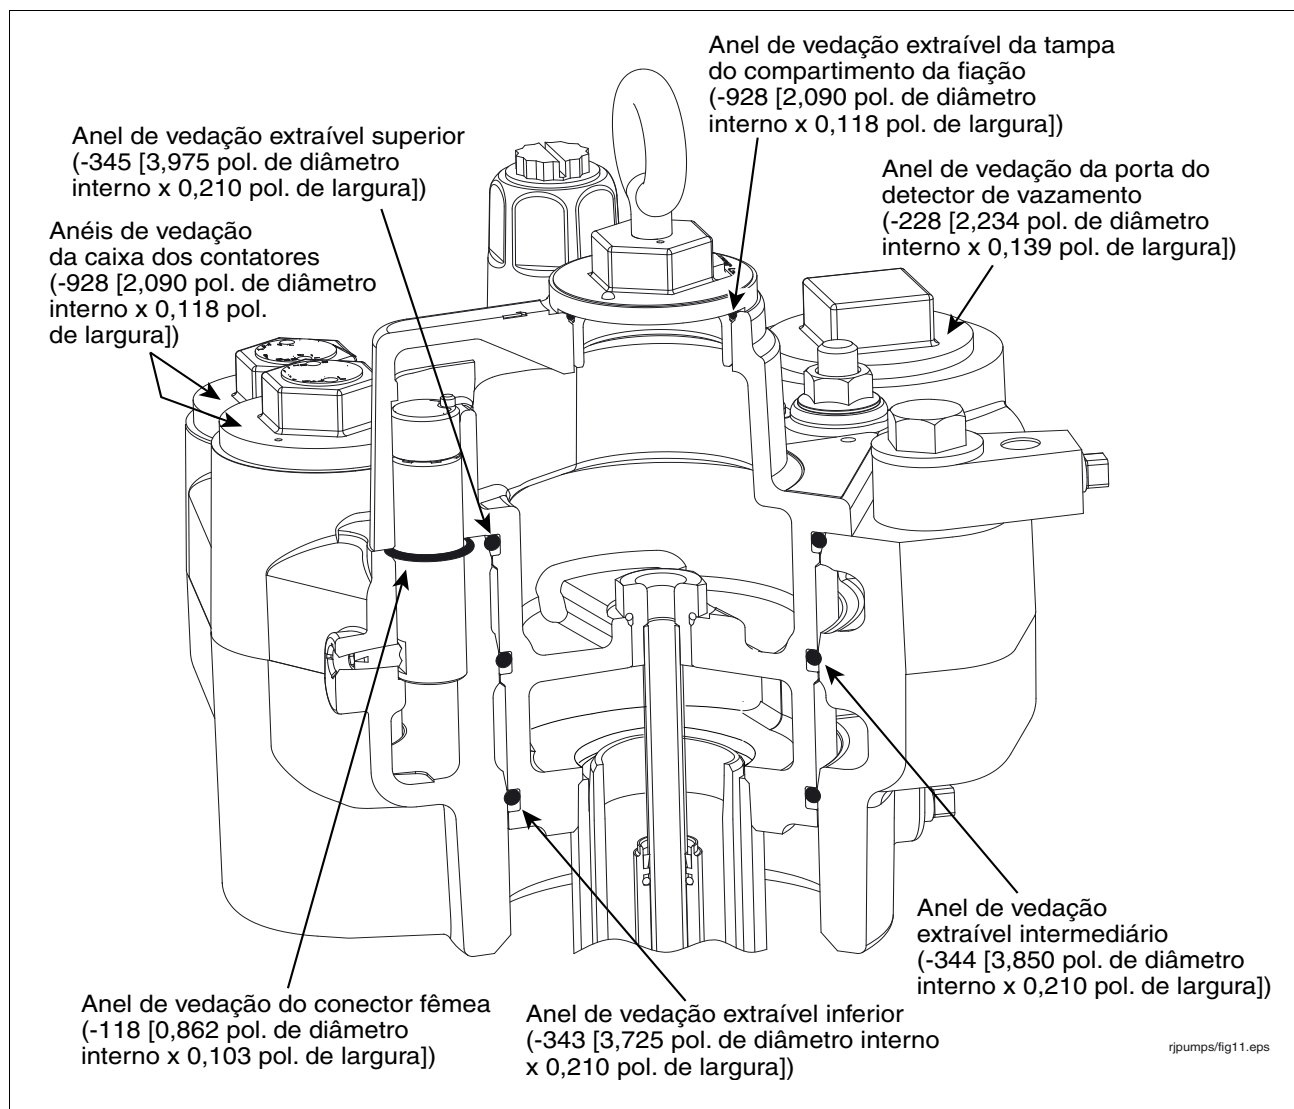

Figura 47. Posicionamento dos anéis de vedação do empacotador e do manifold
10. Pegue os três anéis de vedação extraíveis (3,975 pol. de diâmetro interno x 0,210 pol. de largura [superior], 3,850 pol. de diâmetro interno x 0,210 pol. de largura [meio] e 3,725 pol. x 0,210 pol. de largura [inferior]) do kit de hardware/vedação. Os três anéis de vedação são muito próximos em tamanho, portanto, tome muito cuidado para distinguir cada um deles antes de substituí-los na unidade extraível. Lubrifique cada anel de vedação com vaselina e, em seguida, instale-os nas respectivas ranhuras na unidade extraível (consulte a Figura 47).
11. Remova o anel de vedação do conector fêmea do manifold (consulte a Figura 47). Pegue um anel de vedação de 0,862 pol. de diâmetro interno x 0,103 pol. de largura do kit e lubrifique-o com vaselina. Deslize o anel de vedação sobre o conector fêmea e empurre-o para baixo em sua ranhura.